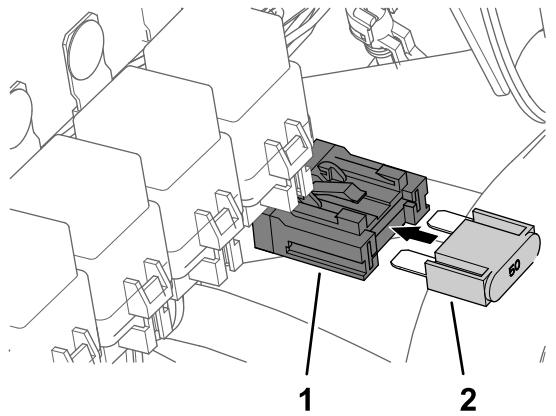

**Bild 190**
6. Setzen Sie die Sicherung (15 A) in die Sicherungsfassung 2 des Sicherungskastens 3 ein, bis sie fest sitzt (Bild 190).